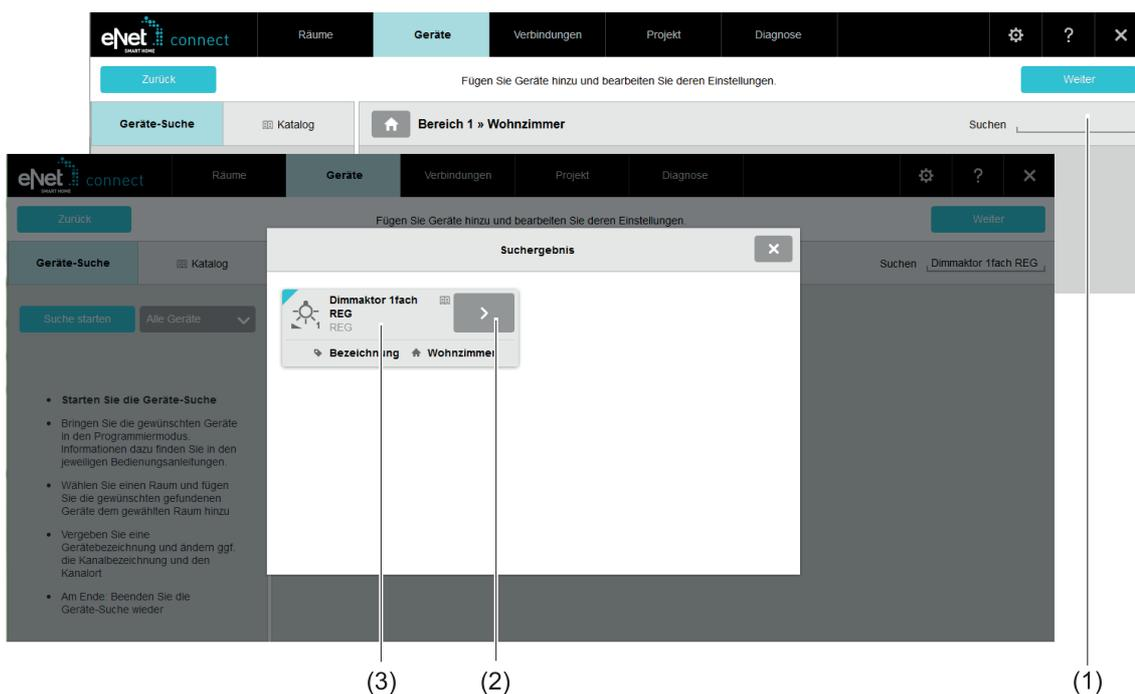

Bild 14: Suche nach Geräten im Projekt
- Suchkriterium eingeben (1) (Bild 14).
Ein Fenster mit den gefundenen Geräten wird geöffnet (Bild 14).